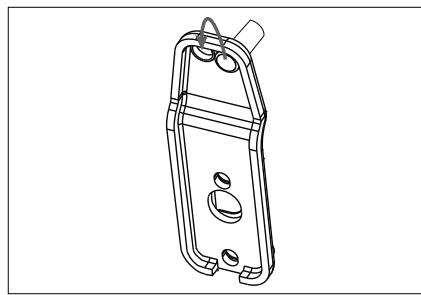

Fig. 3
- ▶ Fjern hængselstappen i det nederste hængsel med en kærvskrue-trækker og anbring hængselstappen i boringen (fig. 3).